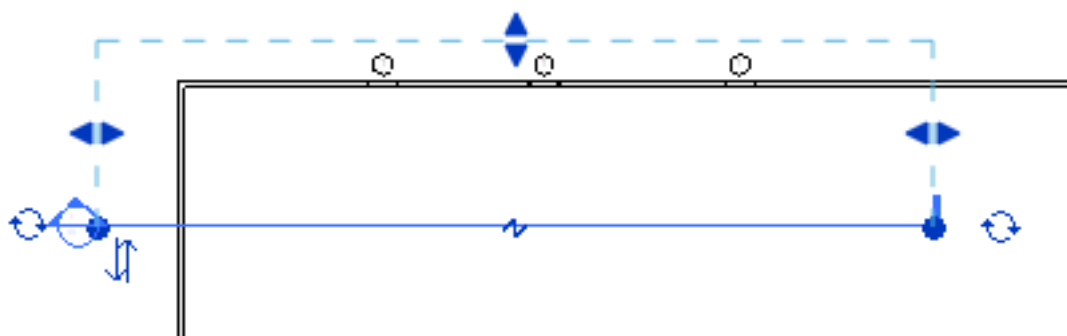

Рисунок 3.24. Область подрезки
5. Щелкните для указания конечной точки разреза. На экране появляется выделенная линия разреза и область подрезки (рисунок 3.24).
6. При необходимости измените размеры области подрезки, выполнив перетаскивание синих элементов управления (рисунок 3.24). Глубина вида в разрезе изменяется соответствующим образом.